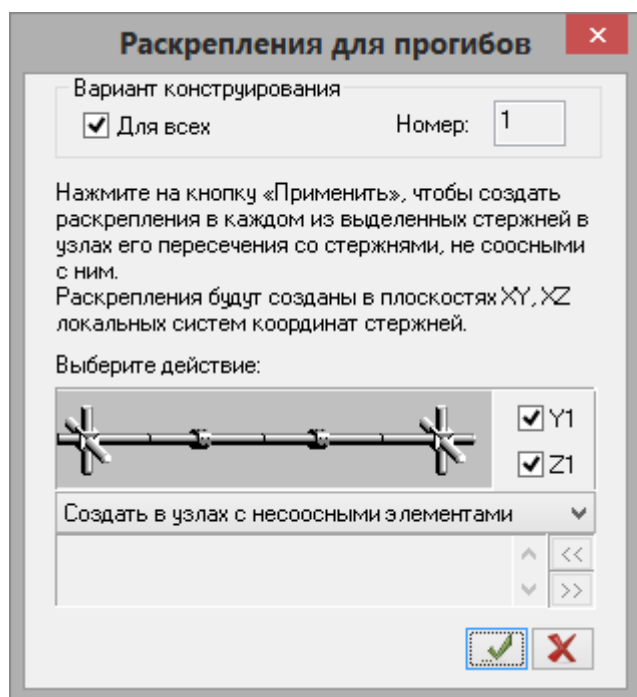

Рис.4.31. Диалоговое окно **Раскрепления для прогибов**
- Щелчком по кнопке  – **Раскрепления для прогибов** (панель **Конструирование** на вкладке **Создание и редактирование**) вызовите диалоговое окно **Раскрепления для прогибов** (рис.4.31).